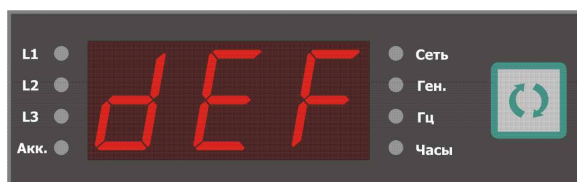

Рис. 5.8. Индикация установки параметров по умолчанию.
5.5.3.3 В режиме программирования возможен сброс всех параметров по умолчанию. Для этого необходимо сразу после входа в режим программирования контроллера нажать и удерживать кнопку **[СБРОС]** в течение примерно двух секунд, пока на LED дисплее не появится индикация **def** (рис. 5.8). После того как параметры будут установлены по умолчанию, на дисплее снова отобразится номер текущего редактируемого параметра (рис. 5.6).